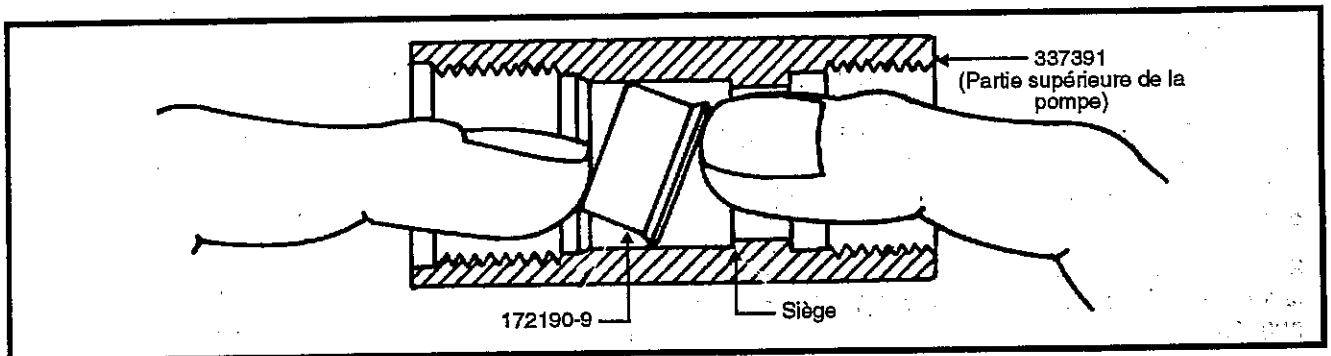

Figure 6 : Installation de l'étanchéité 172190-9
- b. Insérez le joint d'étanchéité de côté dans l'arrêtoir (Figure 6).
- c. Appuyez avec les doigts sur les deux côtés du joint d'étanchéité à travers les deux extrémités de l'arrêtoir. Vous pouvez manipuler le joint d'étanchéité pour qu'il soit bien assis dans le siège (Figure 6).